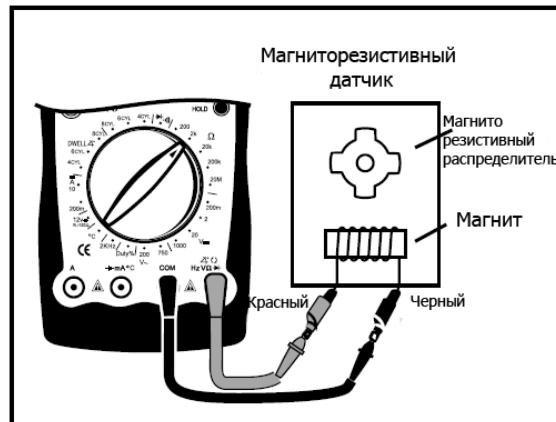

Рис.13
4. Тестирование магниторезистивного датчика (См. рис. 13)